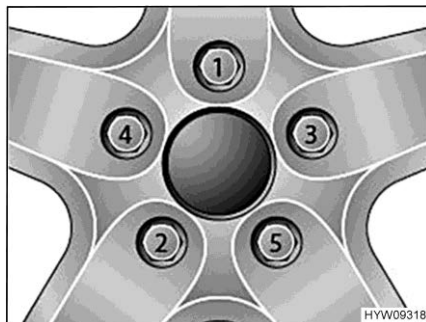

Fig. 229 Serraggio a croce di dadi delle ruote e bulloni delle ruote
- Serrare i dadi delle ruote o i bulloni delle ruote nell'ordine riportato in Fig. 229. A tale scopo, utilizzare una chiave dinamometrica e rispettare la coppia di serraggio indicata (vedi paragrafo 13.5.2).
- Controllare regolarmente il serraggio dei dadi o dei bulloni. Regolare il serraggio dei dadi delle ruote o dei bulloni delle ruote di una ruota sostituita dopo circa 50 km. A tale scopo, procedere seguendo l'ordine indicato in Fig. 229.
- Se si utilizzano cerchioni nuovi o riverniciati, regolare il serraggio dei bulloni o dei dadi dopo altri 1000 - 5000 km. A tale scopo, procedere seguendo l'ordine indicato in Fig. 229.
- ▷ Serrare a croce i dadi o i bulloni delle ruote (Fig. 229).